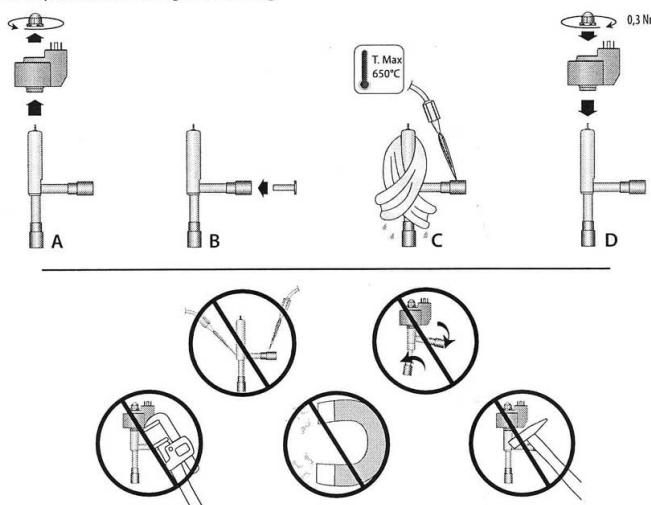

Fig. 2
uccordo laterale d'ingresso (Fig.2-B) posizionandolo in battuta e nel. Utilizzare questo filtro solo in modalità mono-direzionale. In eo filtro nel circuito.
- install the metal mesh filter exclusively on the side inlet connection (Fig. 2-B), making sure it is fully inserted and secured in place by the pipe, before welding the valve. Important! Only use this filter for flow in one direction. If using the valve for flow in two directions, a suitable filter is required in the circuit;
- Insérer le filtre dans le treillis métallique, uniquement sur le raccord latéral d'entrée (Fig. 2-B) en le positionner butée et en le bloquant avec le tuyau du circuit, avant de souder la vanne. Attention! Utiliser ce filtre unique en mode monodirectionnel. En cas d'utilisation de la vanne en mode bidirectionnel, prévoir un filtre ad dans le circuit;